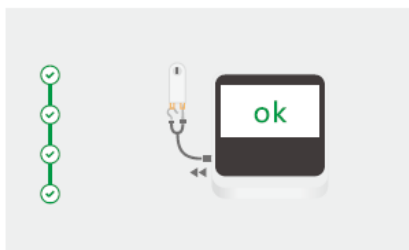
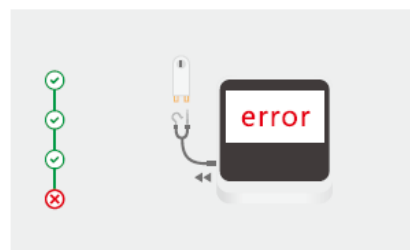

Fig. 36 Accessories are OK
Fig.37 Accessories are ERROR
- La comprobación de cables se iniciará automáticamente y los resultados, ya sea OK (Fig. 36) o ERROR (Fig. 37), se mostrarán en la pantalla.
- Pulse la tecla MODE durante unos segundos (A) para entrar en el estado de configuración;
- Presione la tecla SET para seleccionar la calibración (B);
- En la pantalla se le solicitará que inserte el instrumento manual motorizado (Fig. 37);
- Presiona el MODO llave por unos pocos artículos de segunda clase (A) a ingresar configuración estado;
- Presiona COLOCAR llave a seleccionar calibración (B);
- El pantalla voluntad ser impulsado a insertar el motor handpi y ce (Fig.37);